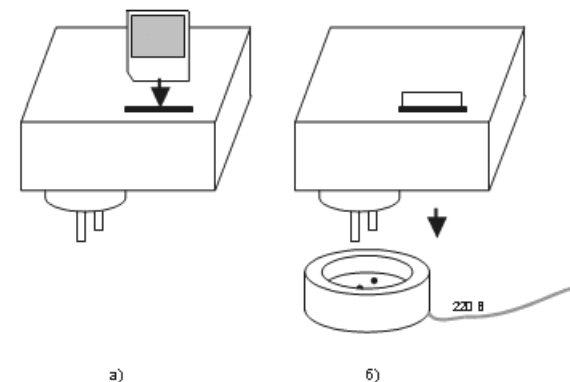

Рисунок 20
6.7 После подключения регистратора к измеряемой цепи (рисунок 20б), на лицевой панели последовательно кратковременно загораются сначала все светодиоды, затем светодиоды: «Минута», «Работа» и спустя несколько секунд начинает мигать светодиод «Режим». Затем светодиод «Минута» начинает мигать с интервалом в 1 с. Режим самодиагностики регистратора прошел успешно и регистратор ожидает начала новой минуты для начала регистрации ПКЭ.